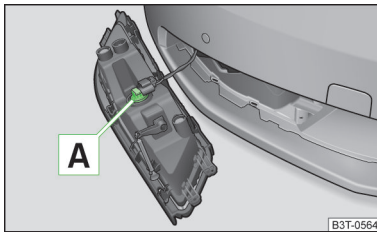

Abb. 204
- Den Lampensockel A » Abb. 204 bis zum Anschlag entgegen dem Uhrzeigersinn drehen und herausziehen.